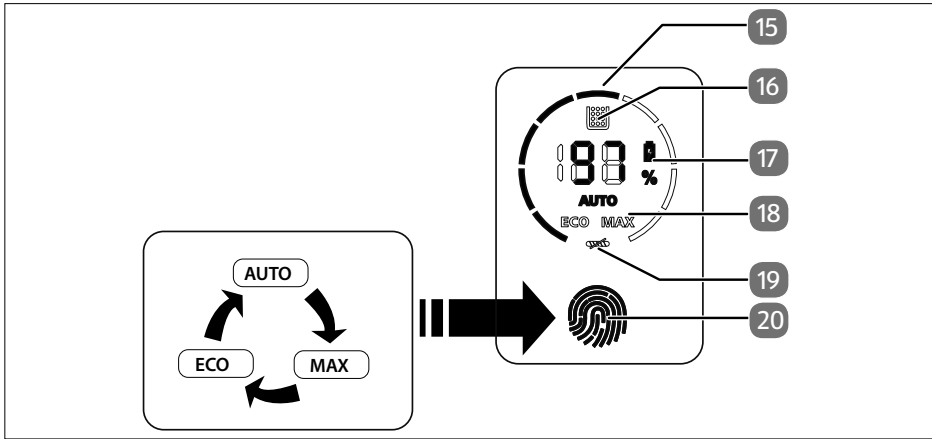

Abb. 2
- ▶ Schalten Sie den Staubsauger ein, indem Sie den Ein-/Ausschalter (21) drücken und halten. Arretieren Sie den Ein-/Ausschalter durch Drücken der Arretierungstaste (22).
- ▶ Berühren Sie das Bedienfeld (20), um den Funktionsmodus **AUTO**, **MAX** oder **ECO** einzustellen. Die jeweilige Motorleistung wird im Anzeigefeld (15) angezeigt (siehe Abb. 2).